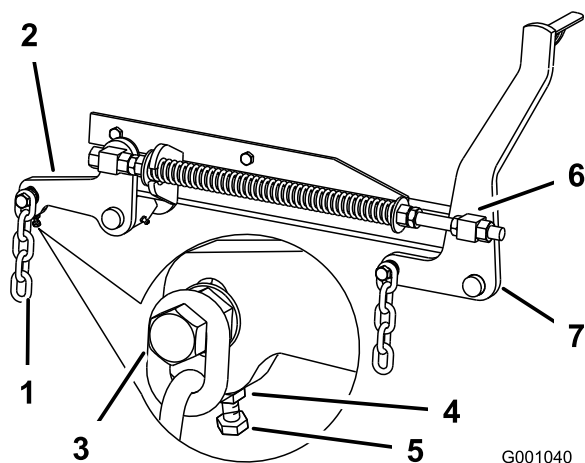

Figure 77
7. Si la distance mesurée au point **B** ou **C** n'est pas correcte, desserrez le boulon de fixation de la chaîne arrière au bras de support arrière (Figure 77).
8. Desserrez l'écrou de blocage sous le bras de support arrière et agissez sur le boulon de réglage de manière à obtenir une distance de 80 à 83 mm (3-1/8 à 3-1/4") (Figure 77).
7. Desserrez d'environ 13 mm (1/2") les écrous de blocage à l'avant des pivots avant gauche et droit (Figure 77).
8. Réglez les écrous de relevage sur les côtés gauche et droit de la machine de manière à abaisser l'avant de 6 à 10 mm (1/4 à 3/8") au point **A** par rapport au point **B** à l'arrière (Figure 77).